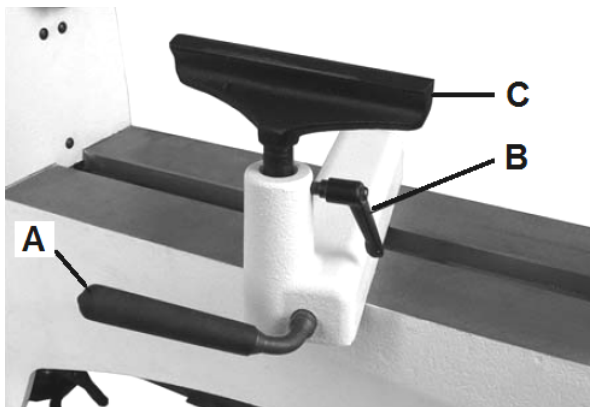

Fig 28
Positionnez le support-outil (C, Fig 28) aussi près que possible de la pièce et fixer la position avec la poignée (A).